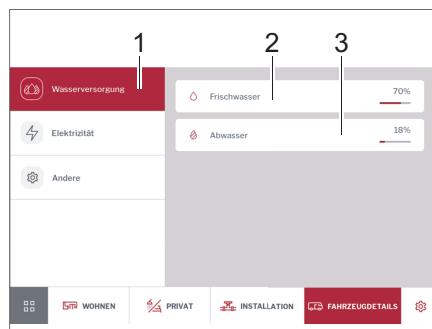

Bild 268 Vattenförsörjning
- Klicka på knappen *Vattenförsörjning* (Bild 268,1). Fyllningsnivåerna visas för färskvattentanken (Bild 268,2) och avloppstanken (Bild 268,3) i %.